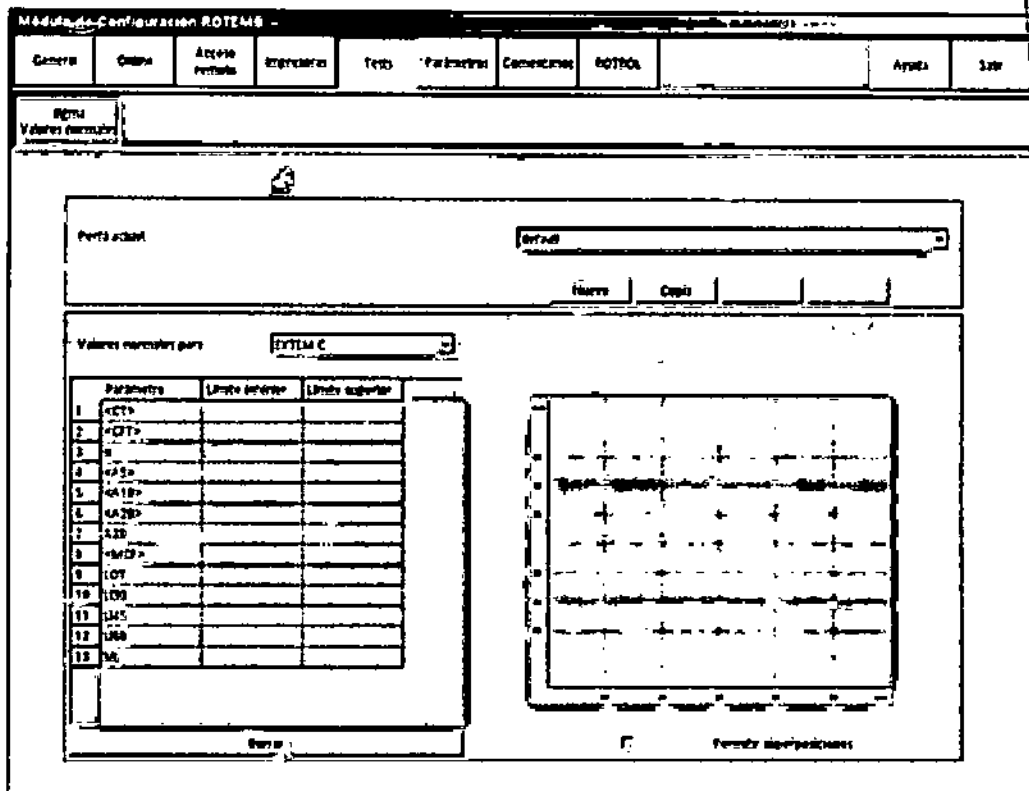

Figura 6-14: Configuración –Tests
- ↳ Se abre la ventana para seleccionar los test (Figura 6-14).